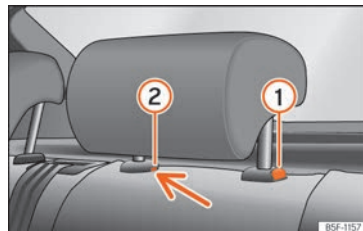

Abb. 131 Kopfstützen hinten: Ausbau.
• Drücken Sie die Taste »» Abb. 131 ① und gleichzeitig mit einem Schlitzschraubendreher (Breite max. 5 mm) in die Öffnung der Verriegelung ② und ziehen Sie die Kopfstütze heraus.